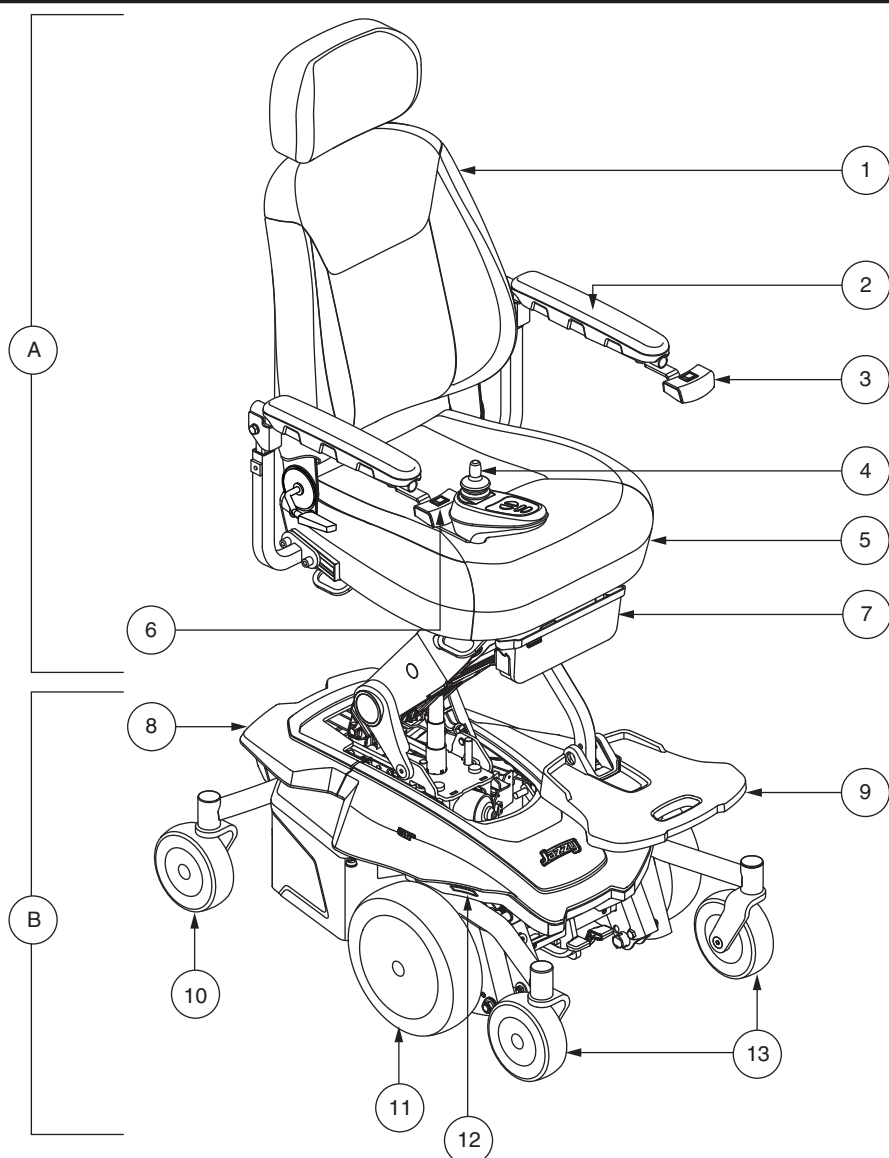

Bild 1. Der Jazzy Air® 2 Elektrorollstuhl
Ihr Elektrorollstuhl hat zwei Hauptbaueinheiten: Die Sitzbaueinheit (A) und die Netzteilbaueinheit (B). **Siehe Bild 1.** Üblicherweise beinhaltet die Sitzbaueinheit die Armlehnen, die Rückenlehne und die Sitzbasis. Die Netzteilbaueinheit beinhaltet zwei Baugruppen für Motor/Bremsen, zwei Antriebsräder, vier Laufräder, zwei Batterien und Kabelbäume. **Siehe Bilder 1, 2 und 3.**
Ihr Elektrorollstuhl ist mit Markierungsleuchten ausgestattet. Die Leuchten bestehen aus weißen LEDs an der Vorderseite und roten LEDs an der Hinterseite. Sie sind an der Verkleidung der Antriebsbasis montiert. **Siehe Bild 1.**